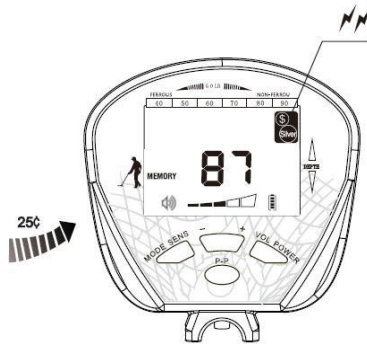

Fig.14
d) Lorsque des pièces de 25 ¢ en argent sont rayées, le détecteur répond en indiquant que le détecteur s'est souvenu de 25 ¢ .Lorsque les cinq échantillons restants sont rayés, le détecteur ne répond pas (Voir Fig.14, par exemple, les argents de 25 ¢)